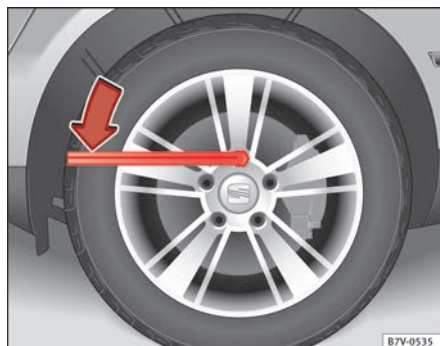

Fig. 181 Substituição de roda: alivie os parafusos da roda.
- Aplicar a chave de roda sobre o parafuso da roda, até encostar ⇒ Fig. 181.